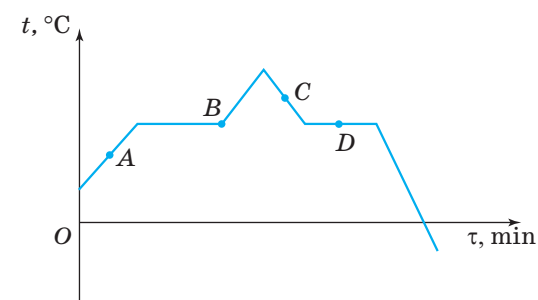

Fig. 1
- În fig. 1 este reprezentat graficul topirii și cristalizării unei substanțe. Cărei stări de agregare a substanței îi corespunde punctele A, B, C și D ale graficului?